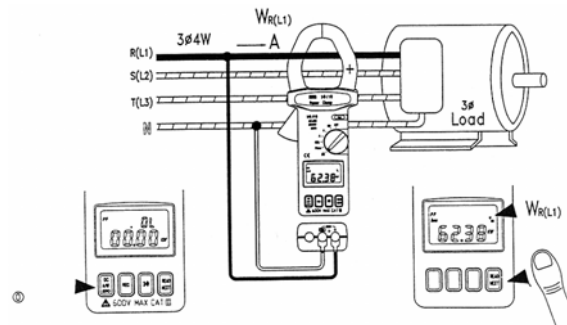

Рис. 10
8.2 Сначала замеряется  $W_R$  (или  $W_{L1}$ ) (см. рис. 10).